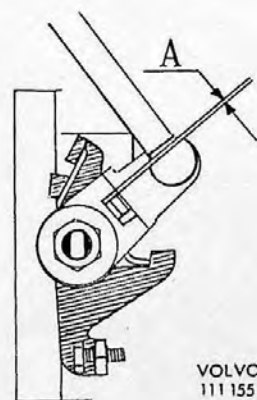

Fig. 18. Afstelling van de smoorklepbedieningshefboom
7. Stel de bedieningsstangen af. Met de hefboom op de horizontale bedieningsas rustend tegen de aanslag op het spruitstuk, moeten de verticale verbindingstangen zodanig worden afgesteld dat er een speling van ongeveer 0,1 mm aanwezig is tussen de hefboom en de meenemer op de smoorklepas. Zie fig. 18.